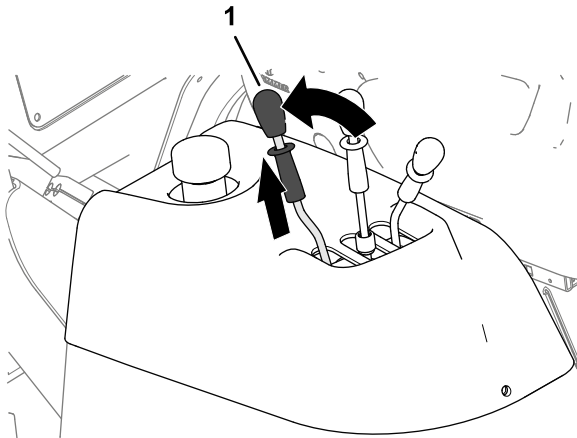

Figura 55
1. Pida a otra persona que tire hacia atrás y sostenga la palanca de vaciado de la tolva (Figura 55).